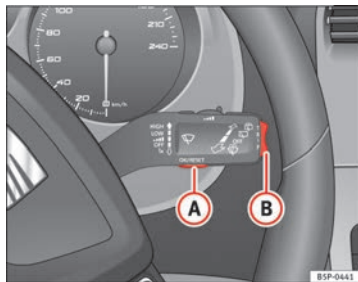

Fig. 47 Levier d'essuie-glace (MFA) : la touche A sert à confirmer les options du menu et la commande à bascule B permet de changer de menu
- Sélectionnez l'option **État du véhicule** dans le menu principal : « Menu principal » et appuyez sur la touche  du levier d'essuie-glace  ⇒ fig. 47. **Ou alors :**